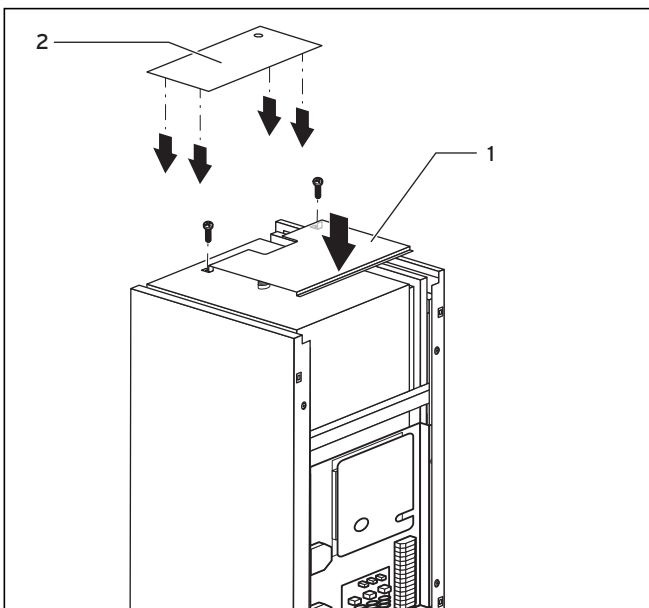
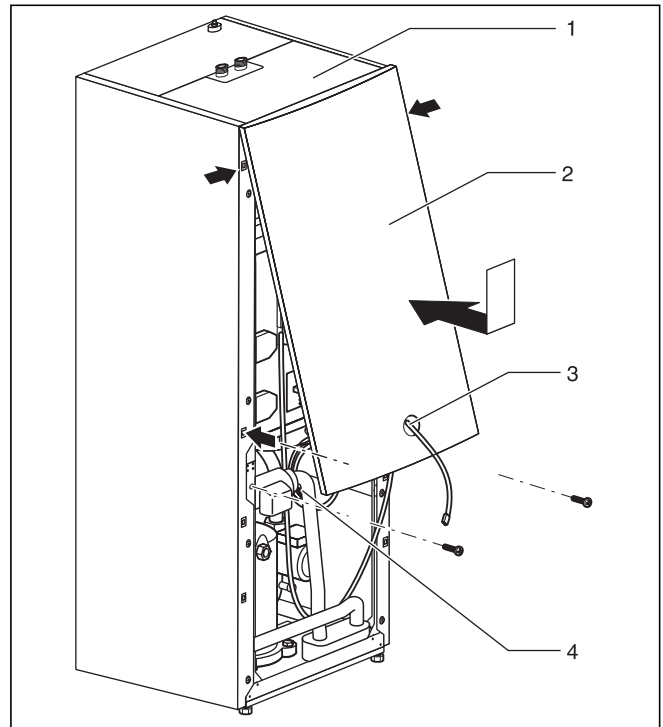

Abb. 6.10 Obere Verkleidungsteile montieren
Abb. 6.11 Vordere Verkleidung montieren
- Setzen Sie die vordere obere Verkleidung (Abb. 6.10, Pos. 1) auf die Wärmepumpe und befestigen Sie sie mit zwei Schrauben.
- Drücken Sie die Clipshalterung der hinteren oberen Verkleidung (Abb. 6.10, Pos. 2) in die entsprechenden Öffnungen der seitlichen Verkleidung, bis sie einrasten.
- Führen Sie die Leitung des Anschlusssteckers für die Bedienkonsole (Abb. 6.11, Pos. 3) und bei Verwendung des Zubehörs vrnetDIALOG den vrnetDIALOG-Anschlussstecker (4) (230 V-Spannungsversorgung) durch die Öffnung der vorderen oberen Verkleidung (2).
- Hängen Sie die vordere obere Verkleidung in die obere Verkleidung (Abb. 6.11, Pos. 1) ein und drücken Sie sie dann in die Clipshalterung am Rahmen. Befestigen Sie die Verkleidung mit zwei Schrauben, wie in Abb. 6.10 gezeigt.